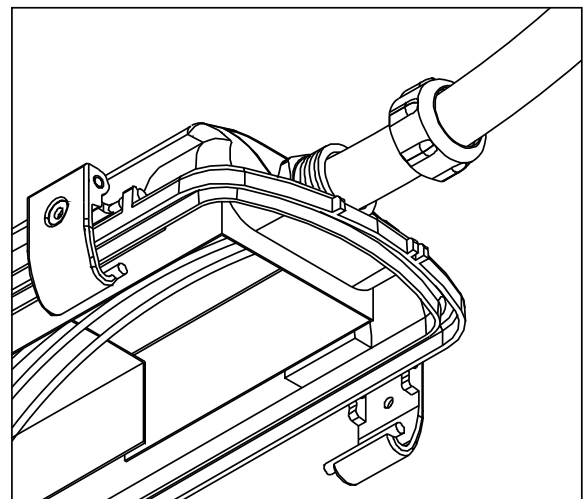

Figure 6
- Insert conduit assembly into fitting installed on end of fixture. Securely tighten locknut onto fitting. **See Fig 6**
- Make wire connections by connecting bare copper or green supply wire to both green fixture wires with wirenut (8). Connect black supply wire to black fixture wire and white supply wire to white fixture wire with wirenut.
13. Insérez l'assemblage du conduit dans la portion du raccord installée sur l'extrémité du montage. Serrez solidement le contre-écrou sur le raccord de montage. Voir la fig 6
13. Inserte el conjunto del conducto dentro de la parte del conector instalada en el extremo del montaje. Apriete firmemente la tuerca de seguridad en el conector del montaje. Veá Fig. 6